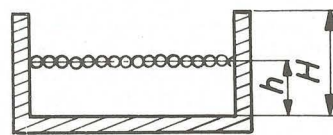

Figure 5
**Exemple.** On désire connaître l'inductance spécifique AL obtenue avec un bobinage de couplage ne comportant qu'une rangée de spires, comme indiqué à la **figure 5**.